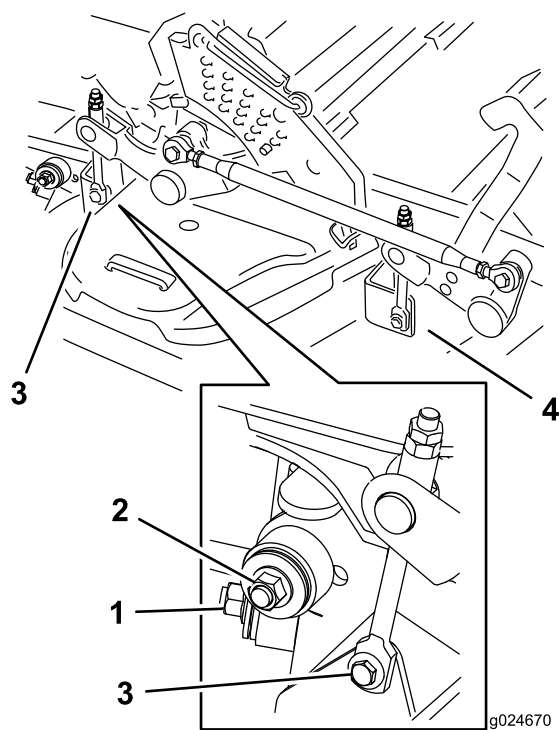

Figura 121
7. Retire y guarde los herrajes de ambos lados de la carcasa, según se muestra en la Figura 121.